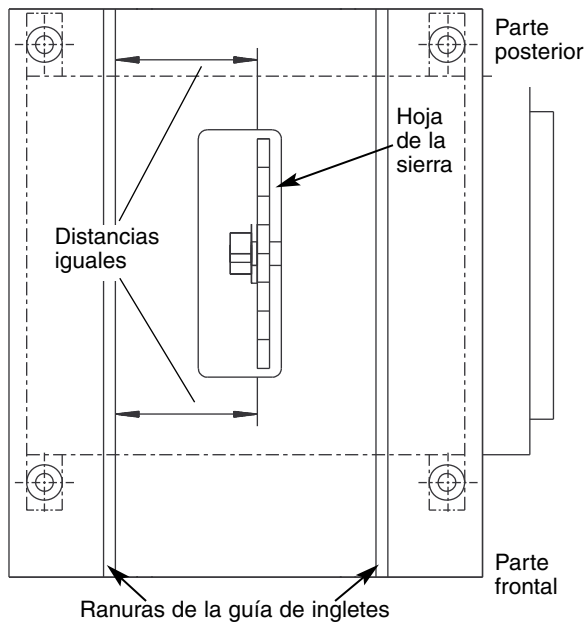

Figura 21 – Alineamiento de las Ranuras de la Guía de Ingletes con la Hoja de la Sierra
- Calibre este diente mediante la varilla de espiga. Si el diente está en la misma posición, en relación con la ranura de la guía de ingletes, la mesa está paralela con la hoja. En resumen, las ranuras de la guía de ingletes deben estar paralelas con la hoja. Esto significa que cuando se mide la distancia entre la hoja y la ranura de la guía en la parte frontal y posterior de la hoja, las distancias serán iguales (véase la Figura 21).